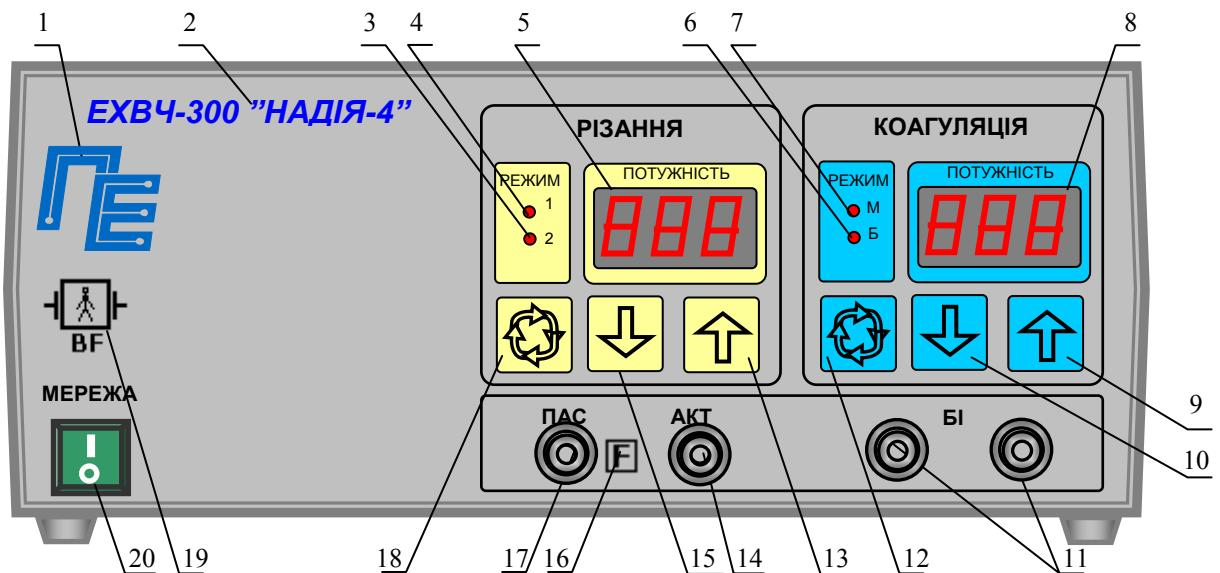
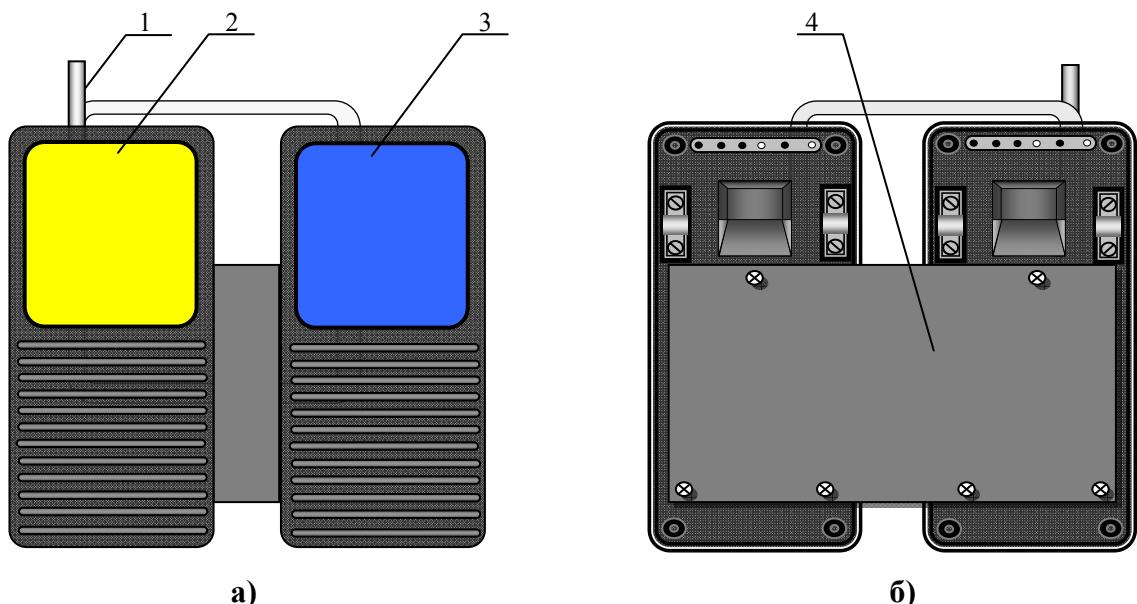

Рис.1. Передня панель електронного блоку.
Рис. 3. Ножна педаль
Конструктивно апарат виконаний у вигляді двох окремих блоків - електронного блоку (рис. 1,2) і ножкої педалі (рис. 3).
На передній панелі електронного блоку розташовані наступні органи управління і індикації (рис.1):
Конструкція ножної педалі (рис.3) є підлоговою конструкцією, на якій розташовано дві рухомі платформи: ліва (2) - для включення виду роботи РІЗАННЯ, права (3) - КОАГУЛЯЦІЯ.
• включити апарат, для чого встановити вимикач “МЕРЕЖА” в положення “|”. При цьому висвітлюються індикатори: “МЕРЕЖА”, вибраних режимів роботи. На індикаторах (5,8 рис.1) висвітлюються цифри встановленого рівня вихідної потужності;
• перевірити переключення режимів роботи, для чого послідовно натискаючи кнопки (12, 18 рис.1), переконатися, що апарат послідовно перемикає режими 1, 2 для РІЗАННЯ і режимів М, Б для КОАГУЛЯЦІЯ по послідовному загорянню відповідних індикаторів (3, 4, 6, 7 рис.1);
• перевірити регулювання рівня вихідної потужності, для чого, натиснувши кнопки управління (9, 13 рис. 1), переконатися, що відбувається збільшення показань індикатора рівня вихідної потужності, а натиснувши кнопки управління (10, 15 рис.1), переконатися, що відбувається зменшення показань індикатора рівня вихідної потужності. Перевірку провести як для виду робіт РІЗАННЯ так і для виду робіт КОАГУЛЯЦІЯ. Слід пам'ятати, що встановлені рівні вихідної потужності запам'ятовуються для кожного виду і режиму роботи. Види роботи включаються тільки по черзі.